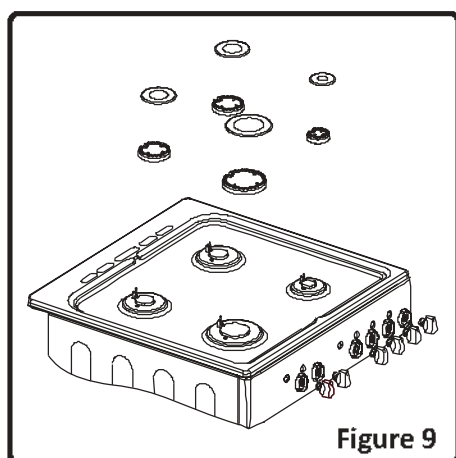

Figure 9
- Retirez le chapeau de brûleur et les couronnes (Figure 9).